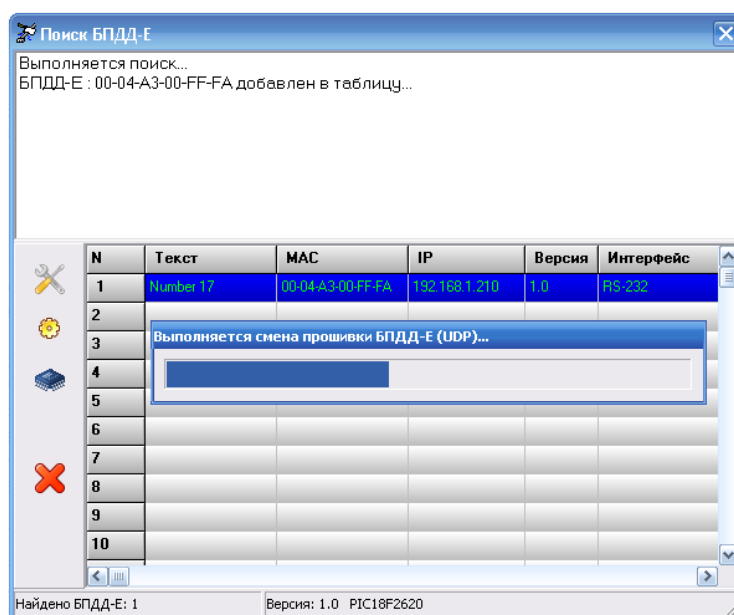

Рисунок 6 – Выполнение обновления программного обеспечения.
4. Нажать кнопку «Открыть». Обновление произойдет автоматически. Во время обновления программного обеспечения отображается прогресс выполнения программирования (рисунок 6).